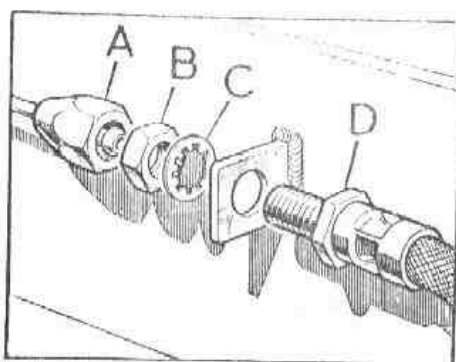

Fig. F-12 Conexión de la tubería del freno delantero
- 2.1. Soltar la tubería del freno, A (Fig. F-12) en su unión al racor de conexión, con la tubería flexible, D, y separar ésta de su soporte en el bastidor.